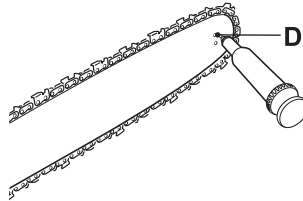

Fig. 38
1. Limpie la rueda dentada (5).
2. Con una pistola de engrase desechable, inserte la punta de aguja en el orificio de lubricación (D) e inyecte grasa hasta que aparezca en el borde exterior del engranaje (Fig. 38).